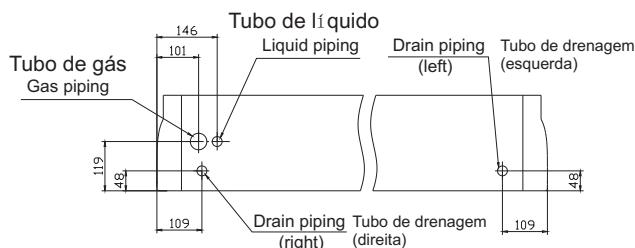

Figura 4.1 As posições de conexão do tubo; tubo de líquido
- (1) As posições de ligação do tubo são mostradas na Figura 4.1 e Figura 4.2.